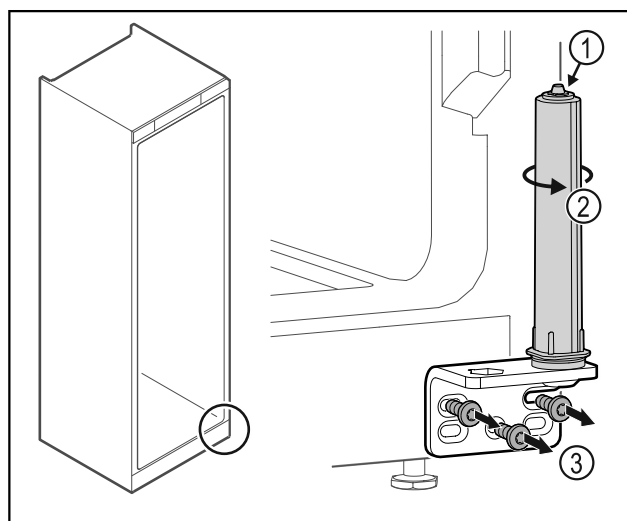

Fig. 24
- Ne razstavite sistema za zaklepanje vrat Fig. 24 (1).
- Obračajte zaporni sistem Fig. 24 (2), dokler ne klikne.
- Odvijte kotnik tečaja vrat Fig. 24 (3).